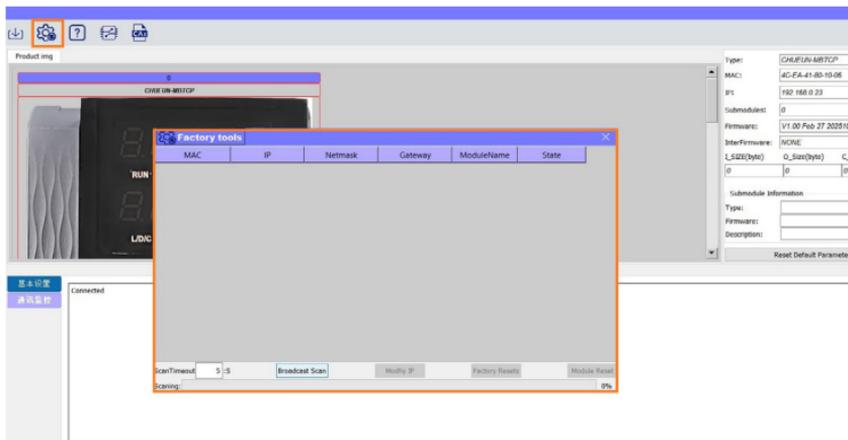

Рисунок 3.6 – Окно «Factory tools»
6. Для изменения IP-адреса нажать на меню «Settings» в верхнем меню, откроется окно «Factory tools», нажать на кнопку «Broadcast scan» (рис. 3.6).